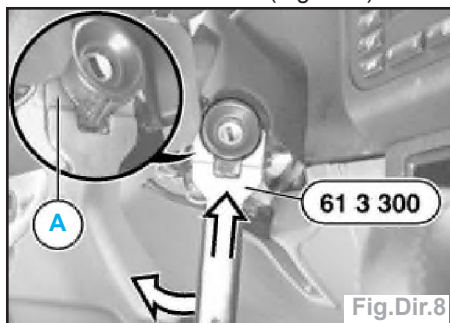

Fig.Dir.8
- Insérer l'outil 61 3 300 avec le côté plat (A) dirigé vers l'antenne et déboîter l'antenne en faisant levier (Fig.Dir.8).